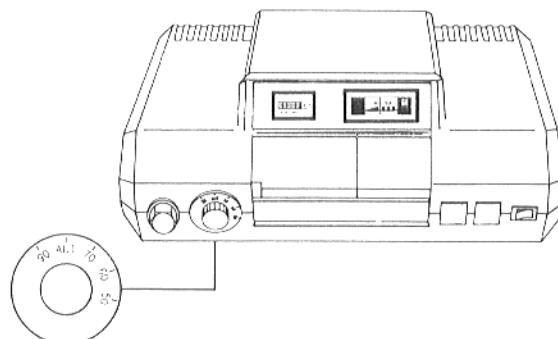

Рис. 1
- Снять кнопку регулятора (рис. 1).